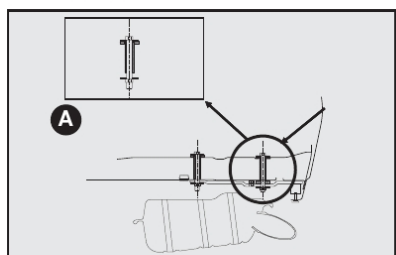
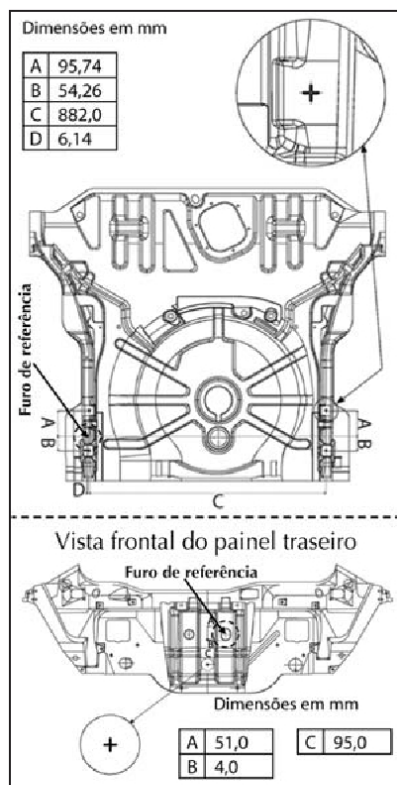

fig. 12
fig. 13
- Efetuar no veículo a furação com Ø (diâmetro) 11 mm traspassando o assoalho posterior (ver detalhe **A-fig. 12**) e a longarina nas marcas esquemáticas indicadas na figura correspondente ao modelo do seu veículo **fig. 13**.